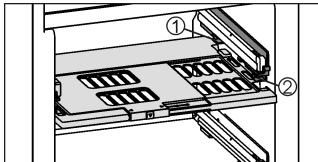

Fig. 15
- Установка пластины регулировки влажности: попреречные ребра крышки на пластине вставить через низ в задний держатель Fig. 15 (1) и защелкнуть спереди на держателе Fig. 15 (2).